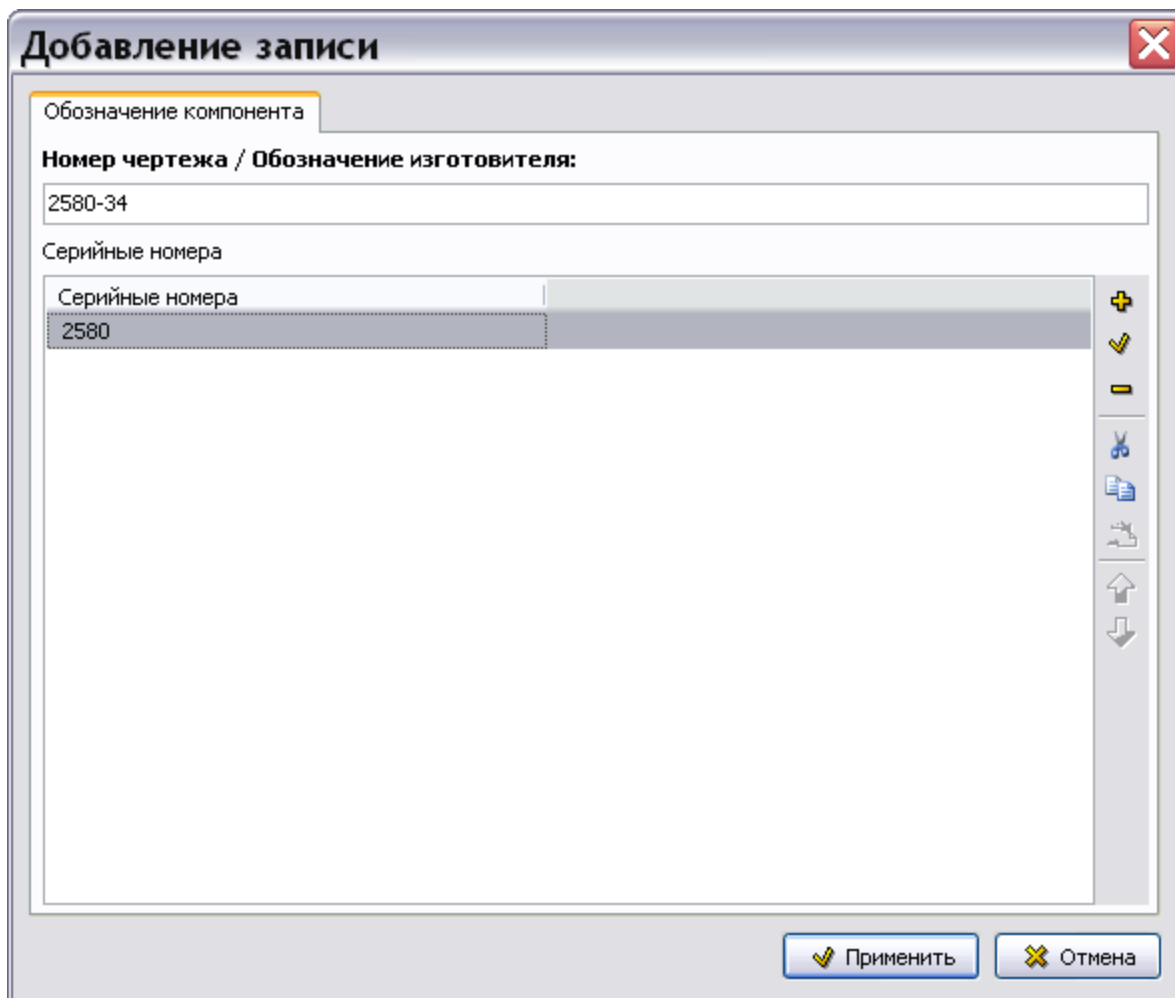

Рис. 17.10
10. Включив соответствующую радиокнопку, введите одиночное значение серийного номера (список номеров через запятую) или диапазон номеров. После ввода значений нажмите на кнопку **Применить**. После этого произойдет возврат в окно **Добавление записи** для обозначения компонента (Рис. 17.10).